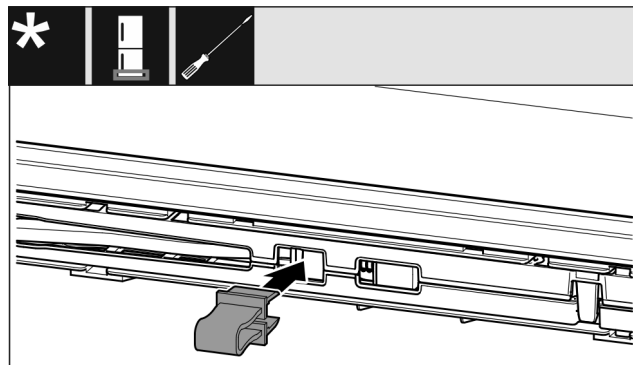

Fig. 14
- ▶ Зафиксируйте предохранитель в отверстии. (см. Fig. 14)